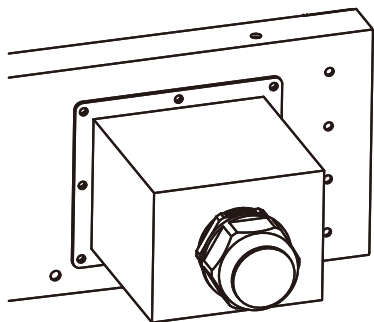
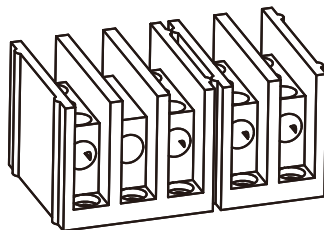

Рис. 5.7
Рис. 5.8
- 1) Открутите 8 крепежных винтов на распределительной коробке перем. т. инвертора, как изображено на рис. 5.7. После снятия коробки вы увидите зажимы инвертора. Инвертор имеет 5 зажимов, как изображено на рис. 5.8.